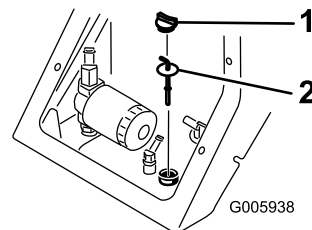

Figura 16
5. Pulite la zona intorno al collo del bocchettone del serbatoio idraulico (Figura 16).
6. Togliete il tappo dal collo del bocchettone e controllate il livello del fluido sull'asta di livello (Figura 16).